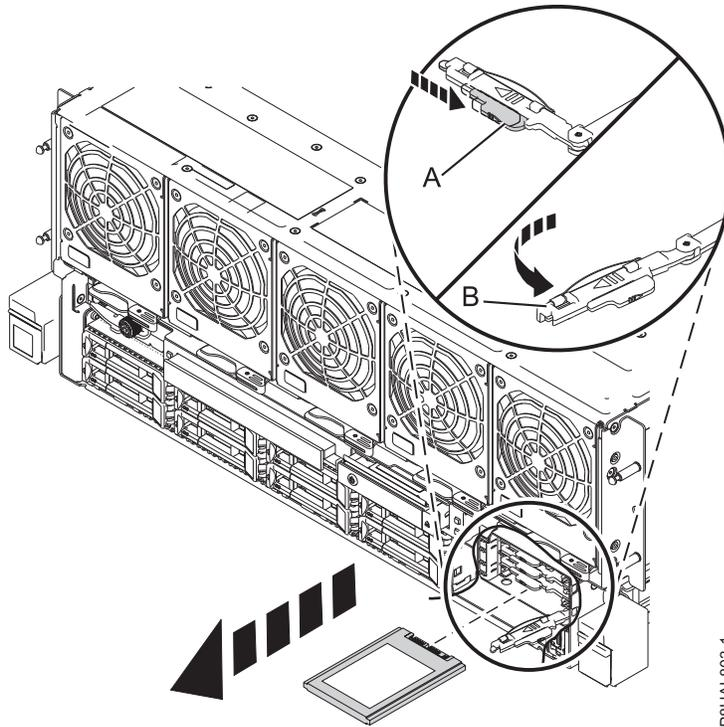

Figura 23. Extracción de una SSD de un sistema de 8408-44E o 8408-E8E
10. Cuando se encienda el LED de identificación con una luz fija, desbloquee el asa de la bahía de unidad **(B)** presionando el pestillo del asa **(A)** en la dirección mostrada y tirando del asa de la bahía de unidad **(B)** hacia usted, como se muestra en la Figura 23. Si el asa no está extendida del todo, la unidad de estado sólido no se puede deslizar hacia fuera del sistema.